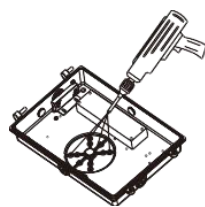

Fig. 5A
5. Percer les trous de montage correspondant à la boîte de jonction (Fig. 5A).